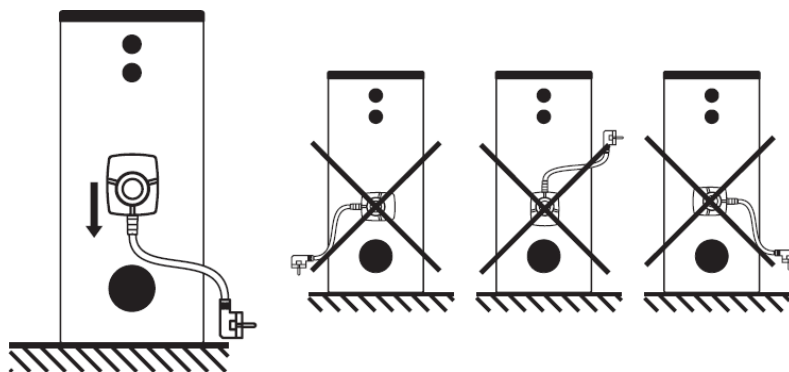

Abb.3
- Installieren die Heizung, wie entsprechen der Zustand An Abb.3. Die Schnur es sollte immer auf den Boden gerichtet sein.
- Installieren die Heizung wie entsprechen der Zustand angegeben An Abb.3. Das Kabel sollte immer zum Boden gerichtet sein.
- Entfernen die seitliche Plastik Deckel (5)
- Entwickeln die Nüsse (3) An der Flansch
- Montieren Sie den Flansch (2) mit der mit dem Heizgerät gelieferten Schweißmuffe und Gummidichtung (1). Verwenden Sie die Schrauben und Muttern vom Warmwasserbereiter.
- Schneiden Sie mit der Schablone aus dem Heizungssatz ein Loch in die Kunststoffabdeckung (5) und die weiche Polyurethan-Isolierung (4).
- Installieren das aus Plastik Deckel (5) C Satz mit die Isolation (4)
- Installieren die Heizung (6), wie entsprechen der Zustand angegeben An Abb.3. Die Schnur stets muss Ja Sei gerichtet Zu der Boden.